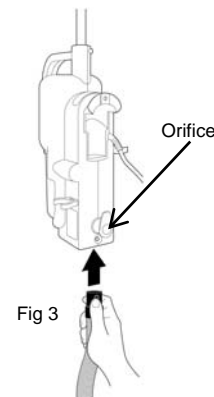

Fig 3
- Press in the pin at the end of the hose. (Fig. 3)
- Appuyez sur la tige à l'extrémité du boyau. (Fig. 3)